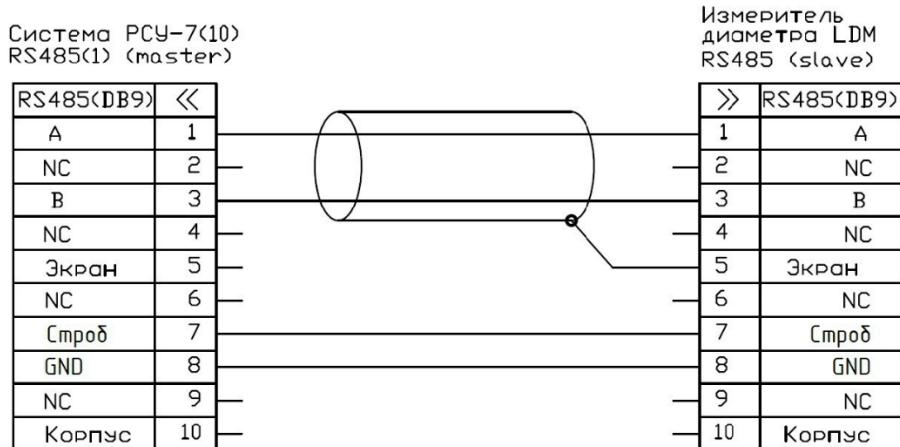
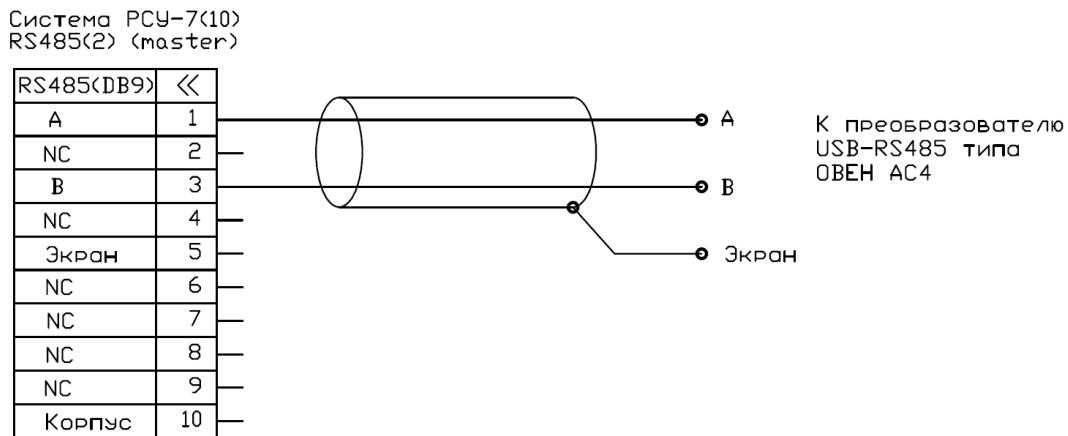

Рисунок 3.2 - Схема подключение измерителя диаметра LDM к РСУ-10
Рисунок 3.3 - Схема подключения РСУ-10 к ПК
- Разъем RS 485 (1) служит для подключения измерителя диаметра LDM производства НПО «Редвилл».
- Разъем RS 485 (2) служит для подключения РСУ-10 к компьютеру для осуществления сервисных функций.
Подключение внешних устройств через разъемы RS 485 (1) и RS 485 (2) необходимо производить с использованием экранированного двухжильного кабеля, поставляемого в комплекте. Длина линии не должна превышать 150 м. Схемы подключения внешних устройств через разъемы RS 485 (1) и RS 485 (2) представлены на Рисунок 3.2 и Рисунок 3.3.